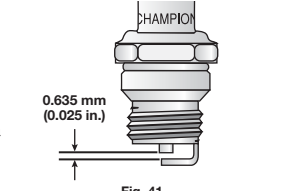

Fig. 41
3. Cambie las bujías que estén rajadas, sucias o deterioradas. Fije la separación de aire a 0,635 mm (0,025 pulgadas) utilizando un calibrador (Fig. 41).